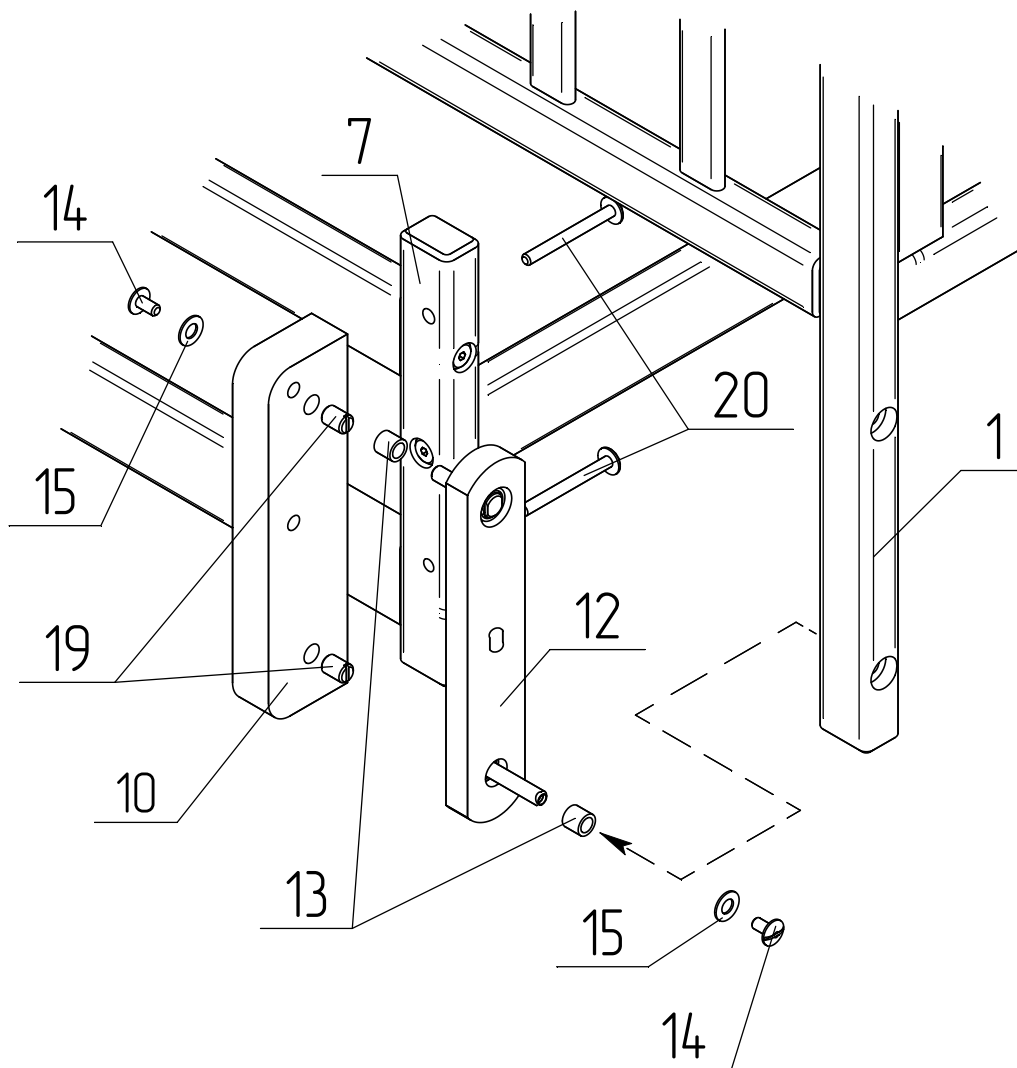

Рис.3
- 2.3.** Установить кронштейны к соответствующим отверстиям на ножках спинок (1) и закрепить винтом (20) и гайкой-бочонком(19).
- Сборка кровати с продольным качанием (рис.3).** Выполнить пункт 2.1. настоящей инструкции.